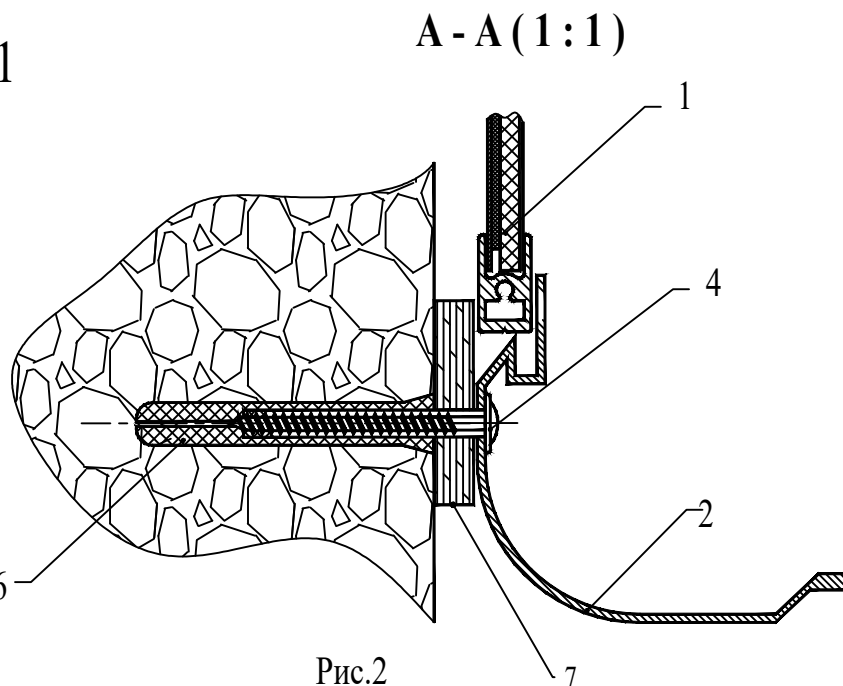

Рис.2
1. На стене на необходимой высоте закрепить лоток (2), для чего по его отверстиям разметить и просверлить в стене два отверстия  $\varnothing 8$  и глубиной 60 мм, забить в них два дюбеля (6), и саморезами (4) через проставки (7) закрепить лоток (Рис.2).